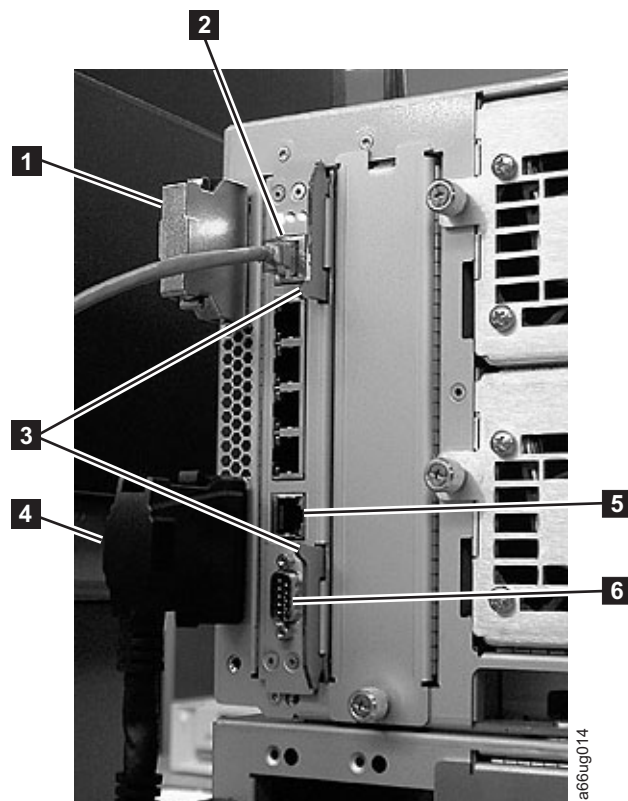

Рисунок 11-8. Регулирующая пластина библиотеки
3. В нижней и верхней части LCB есть две защелки (3 в рис. 11-8 на стр. 11-13). Задвиньте их до щелчка.
4. Подключите кабель Ethernet. (**2** врис. 11-8) Для этого прижмите фиксатор и вставьте разъем в LCB.
Примечание: Под кабелем Ethernet останутся шесть разъемов. Четыре верхних зарезервированы для дальнейшего использования. Два нижних разъема, а именно порт Ethernet (**5** в рис. 11-8) и последовательный порт (**6** в рис. 11-8), используются сотрудниками службы поддержки IBM.